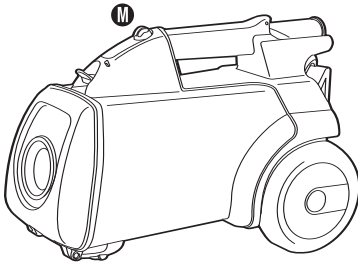

FIG. 8
- Step 7:** Push on/off switch **M**. Press once to turn on. Press again to turn off (Fig. 8).
- Step 5:** Push on/off switch **M**. Press once to turn on. Press again to turn off (Fig. 8).
- Étape 7 :** Poussez le bouton de marche-arrêt **M**. Appuyez une fois pour mettre en service. Appuyez une nouvelle fois pour arrêter (Fig. 8).
- Étape 5 :** Poussez le bouton de marche-arrêt **M**. Appuyez une fois pour mettre en service. Appuyez une nouvelle fois pour arrêter (Fig. 8).
- Paso 7:** Pulse el interruptor de encendido **M**. Púlselo una vez para encender la aspiradora. Púlselo otra vez para apagarla (Fig. 8).
- Paso 5:** Pulse el interruptor de encendido **M**. Púlselo una vez para encender la aspiradora. Púlselo otra vez para apagarla (Fig. 8).